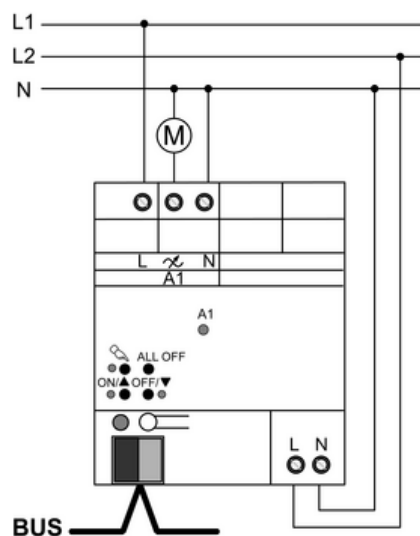

Bild 6: Dimmaktor 1fach – Anschluss für Drehzahlstellerbetrieb
- Gerät gemäß Anschlussbeispiel anschließen (Bild 6).